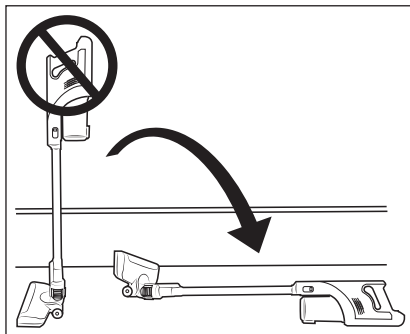

Fig. 9
- ▶ Orificiile de aspirație ale aparatului și ale periei pentru podea ②1 și țeava de aspirație ②3 trebuie să fie în permanență libere și neblocați. Blocarea duce la supraîncălzirea și deteriorarea motorului.
- ▶ Înainte de a utiliza aparatul, asigurați-vă de fiecare dată că filtrul EPA ⑤ este montat.
- ▶ Nu așezați aspiratorul în poziție verticală atunci când, pentru un timp, doriți să îl opriți sau să îl lăsați din mână. Pentru aceasta, introduceți aspiratorul în suportul pentru perete ⑬ sau așezați-l pe podea (a se vedea fig. 9 și 10). În caz contrar, aspiratorul se poate răsturna din cauza centrului său de greutate ridicat, se poate deteriora și, în anumite situații, poate deteriora alte obiecte la răsturnarea acestuia.